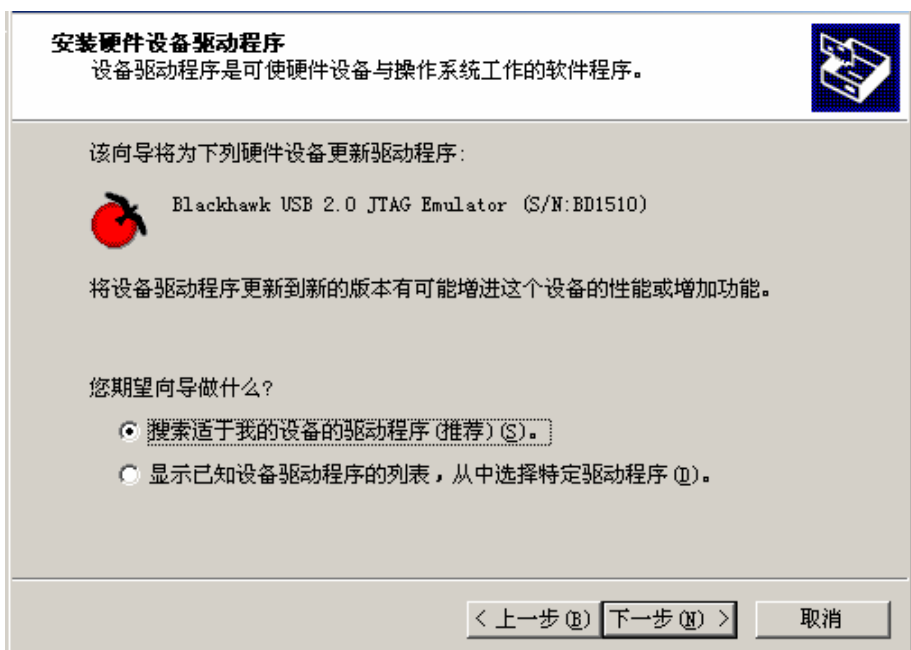

图 4.7 开发软件 USB 开发系统驱动安装示意图 2
- D. 此时把 USB 电缆插到计算机的 USB 接口上，另一端接到 USB 开发系统上，计算机提示找到一个新硬件，如图 4.7。